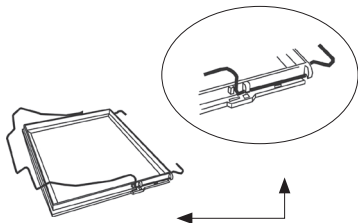

Рис. 2
1. Вставьте металлическую пружину в пазы на несущей рамке, как показано на рис. 2, но только с одной стороны.
2. Вставьте внутреннюю защитную пленку в предназначенное для нее отверстие на внутренней части электрооптического сварочного фильтра, как показано на рис. 2.а, затем вместе с защитной пленкой вставьте фильтр между пружиной и несущей рамкой так, чтобы пружина слегка прижала фильтр (2.б) к рамке. Во избежание попадания соединительного провода под металлическую пружину, при помещении электрооптического фильтра в несущую рамку его необходимо нагнуть вправо.